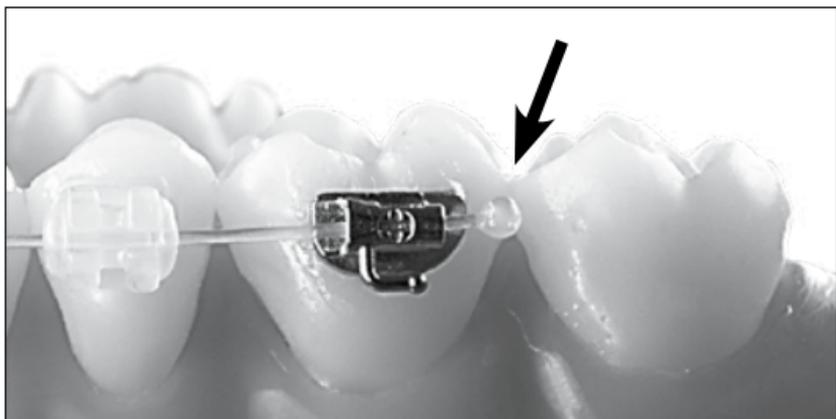

Fig. 4: Aplicación de una gota de adhesivo (flecha negra).
- En lugar de un cinch back, coloque una gota de adhesivo en el extremo del arco o en otro lugar a lo largo del arco para evitar un deslizamiento no deseado del arco. (Fig. 4).